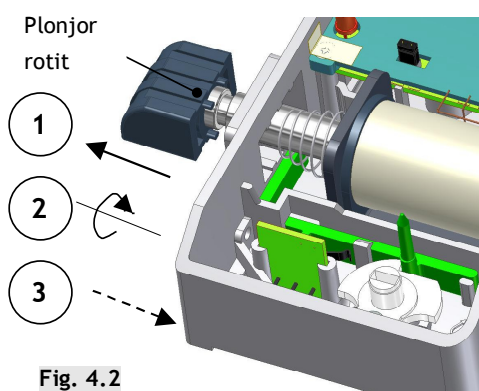

Fig. 4.2
2. Se trage plonjorul afară din yală; nu este necesară scoaterea în totalitate a plonjorului, doar atât cât să permită rotirea! (vezi **Fig. 4.2**)